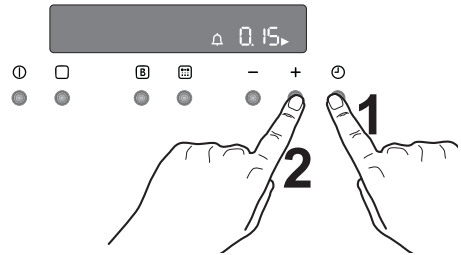

Abb. 7
1. Wählen Sie mit der Taste  die Kurzzeituhrfunktion an. Das entsprechende Symbol  blinkt und auf der Bedienblende erscheint "0.00" (Abb. 7).